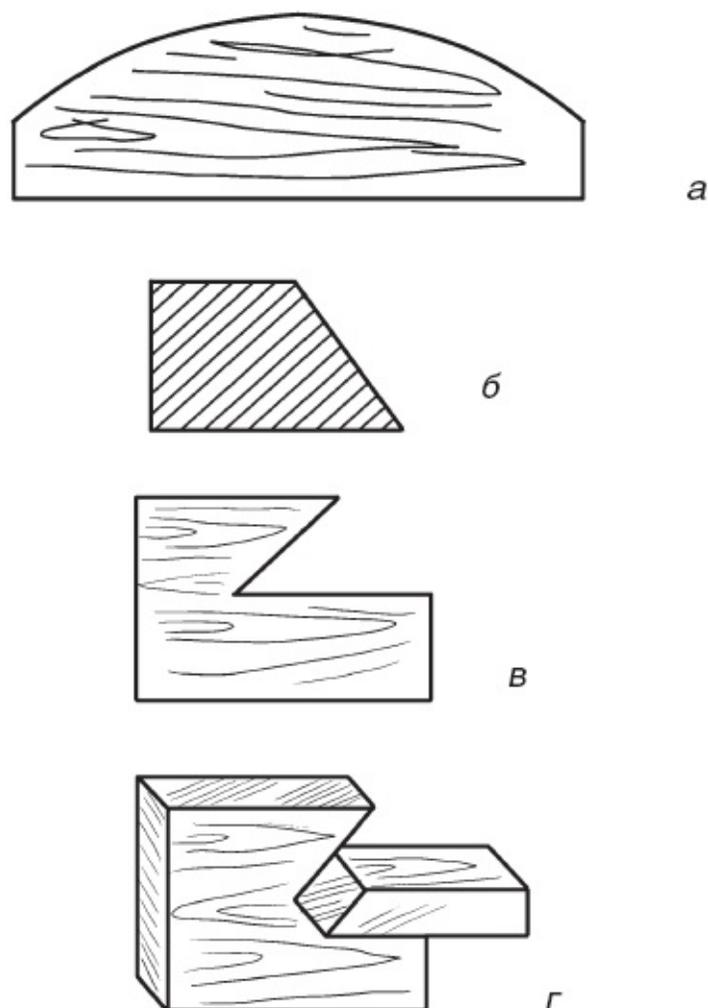

Рис. 28. Готовые элементы:
5. В результате таких несложных построений получается форма кружала и пяты (рис. 28). Последняя станет шаблоном для разметки пят на кирпичах. Кроме того, по ним можно будет проверить качество тески.